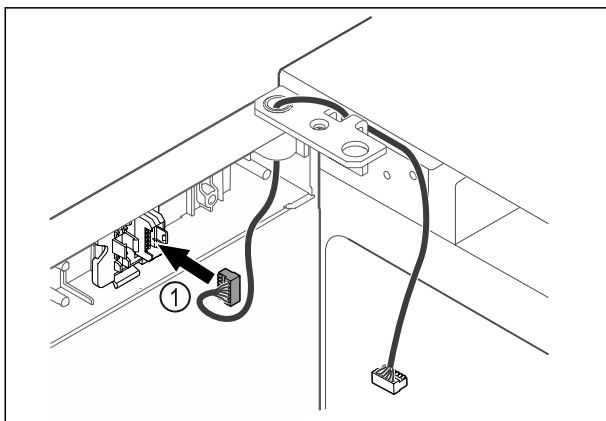

Fig. 44
- Inserire il connettore Fig. 44 (1) nel porta-connettore.